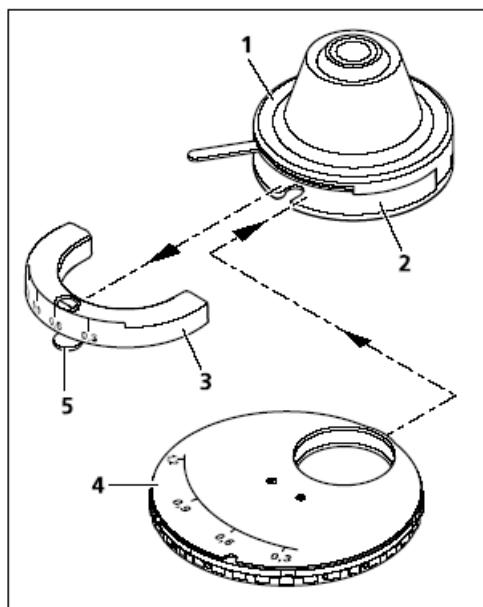

图3-50 把模块转盘装进0.9/1.25H 聚光镜
- 从聚光镜支架上取出聚光镜（图3-50/1），请参见第3.1.12节。
- 使用螺丝刀（SW 3）松开聚光镜扇形刻度盘（图3-50/3）的紧固螺钉（图3-50/5），取出扇形刻度盘。
- 使模块转盘的双分叉开口对准聚光镜，滑动推进模块转盘（图3-50/4）。确保模块转盘与聚光镜两边内侧的导轨结合完好。这个导轨同时兼作模块转盘的停止定位。模块转盘固定螺钉的止定栓应当滑进聚光镜的定位槽。